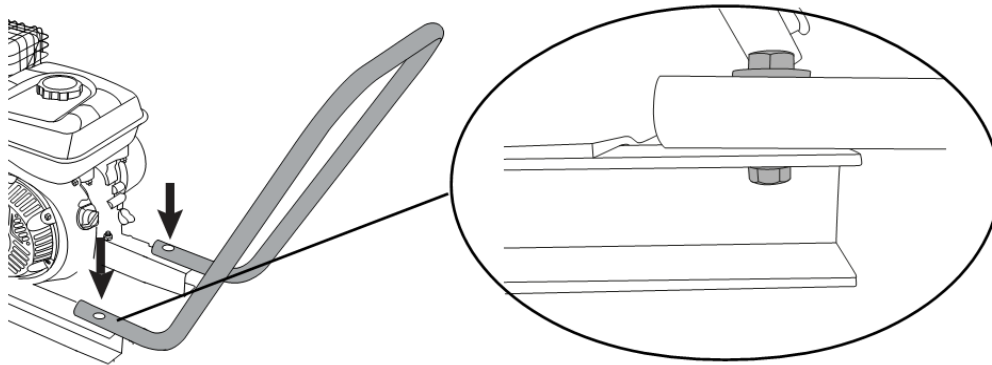

Fig.3
6.2 Fissare il manubrio alla base della macchina (Fig.3)